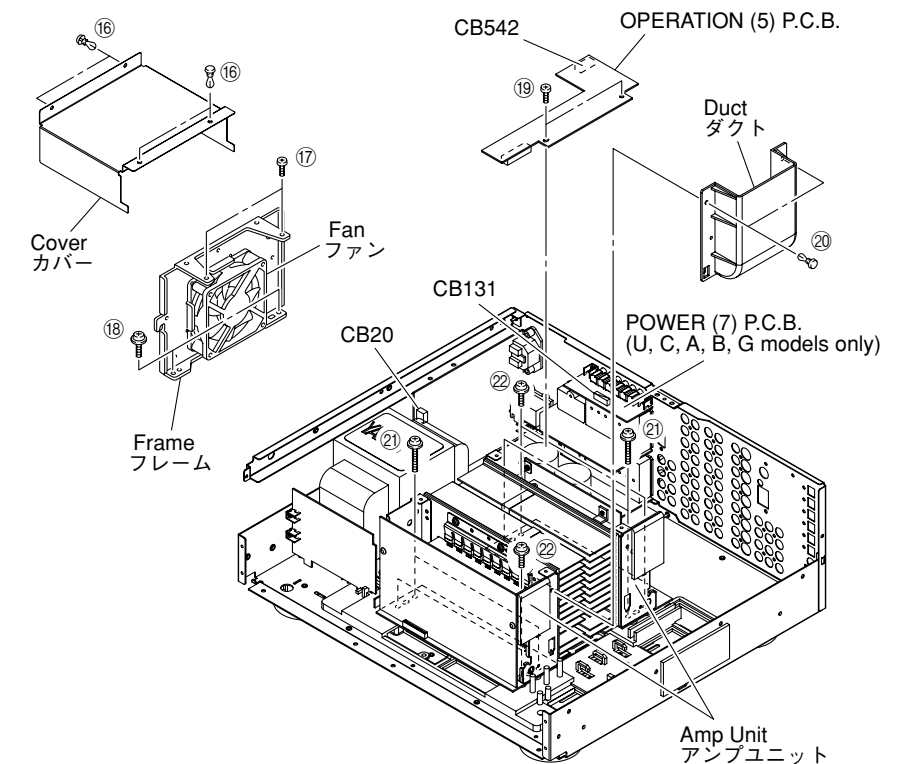

Fig. 5
- Remove 4 push rivets (16) and then remove the Cover. (Fig. 5)
- Remove 2 screws (17) and 2 screws (18). (Fig. 5)
- Remove the Fan together with the frame by lifting them up. (Fig. 5)
**8. Removal of OPERATION (5) P.C.B.**
- Remove 2 screws (19). (Fig. 5)
- Remove CB542, CB131 (U, C, A, B, G models only). (Fig. 5)
- Remove the OPERATION (5) P.C.B. which is connected directly to the lower P.C.B. with connectors. (Fig. 5)
- Remove 2 push rivets (20) and then remove the Duct. (Fig. 5)
- Remove 4 screws (21) and 4 screws (22). (Fig. 5)
- Remove the Amp Unit. (Fig. 5)
- 16のプッシュリベット4本を外し、カバーを外します。(Fig. 5)
- 17のネジ2本、18のネジ2本を外します。(Fig. 5)
- CB20を外します。(Fig. 5)
- ファンをフレームといっしょに上方に取り外します。(Fig. 5)
- 19のネジ2本を外します。(Fig. 5)
- CB542を外します。(Fig. 5)
- OPERATION(5)P.C.B.を取り外します。下方のP.C.B.と直接コネクタ接続されています。(Fig. 5)
- 20のプッシュリベット2本を外し、ダクトを外します。(Fig. 5)
- 21のネジ4本、22のネジ4本を外します。(Fig. 5)
- アンプユニットを取り外します。(Fig. 5)